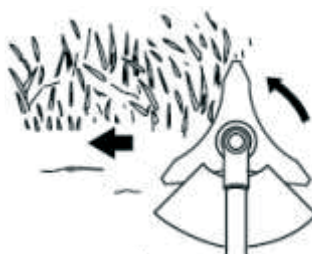

рис. 10
1. Направляйте косу справа налево, при этом с небольшим наклоном в левую сторону. Рис.10